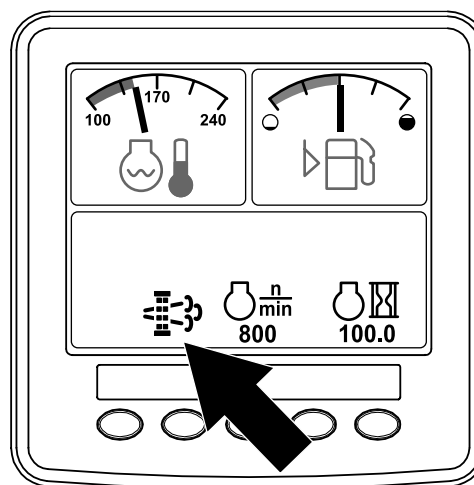

Figura 45
- Quando il computer del motore richiede una rigenerazione parcheggiata o una rigenerazione di recupero, nell'InfoCenter viene visualizzata l'icona della richiesta di rigenerazione (Figura 45).